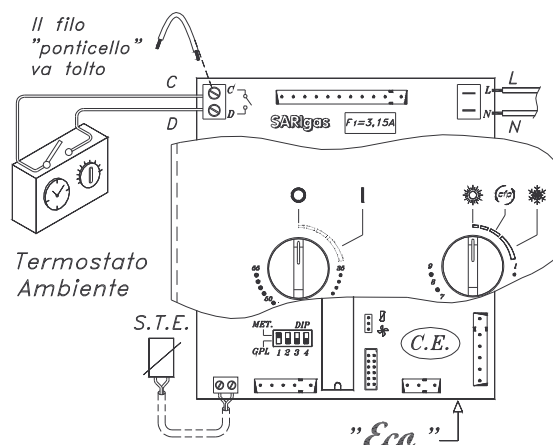

Fig.25
- **un termostato ambiente;** si sceglierà di preferenza un termostato ambiente di qualità (a debole differenziale), che verrà raccordato ai relativi morsetti **C** e **D**, della scheda di regolazione (Fig.25), dopo aver tolto il ponticello esistente, mediante un filo a due conduttori conforme alle norme ed ai regolamenti vigenti.